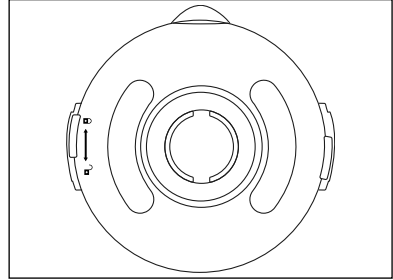

Abb. 2
- 3) Füllen Sie die Zutaten in den Mixaufsatz ③ ein.
- 4) Drücken Sie den Deckel ② versetzt wieder fest auf den Mixaufsatz ③ auf. Schließen Sie den Deckel ②, indem Sie ihn im Uhrzeigersinn in die Position  drehen, bis er hörbar einrastet (siehe Abb. 2).